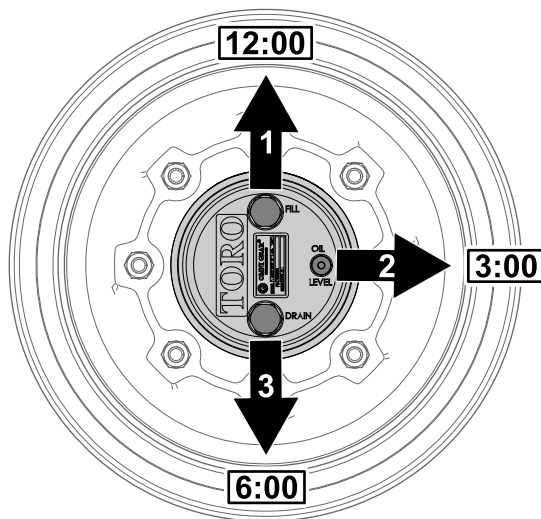

Figura 90
1. Aparque la máquina en una superficie nivelada, coloque la rueda de modo que el tapón de llenado se encuentre en la posición de las 12, el tapón de verificación en la posición de las 3 y el tapón de vaciado en la posición de las 6 (Figura 90).
2. Retire el tapón de verificación en la posición de las 3 (Figura 90).
1. Aparque la máquina en una superficie nivelada, coloque la rueda de modo que el tapón de llenado se encuentre en la posición de las 12, el tapón de verificación en la posición de las 3 y el tapón de vaciado en la posición de las 6; consulte Figura 90 en Comprobación del lubricante de la transmisión planetaria (página 66).